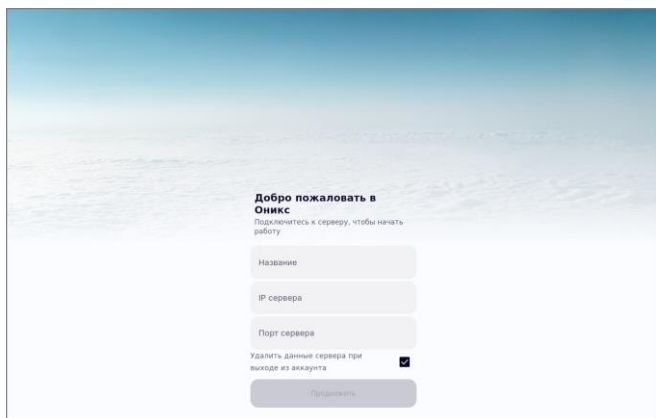

Рисунок 1
Проверка считается успешной, если при первом запуске ПО в качестве начального экрана был открыт экран подключения к серверу (рисунок 1);
- после выдачи всех разрешений был открыт экран подключения к серверу (рисунок 1);